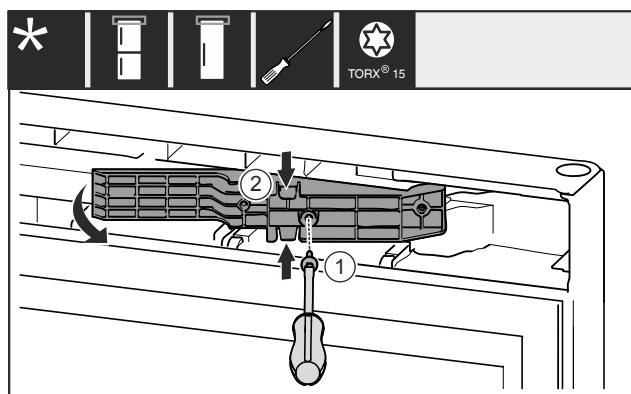

Fig. 14 *
- ▶ 移除螺栓 Fig. 14 (1)。 *
- ▶ 将上方和下方适配件 Fig. 14 (2) 轻轻挤压在一起，然后向前拉出。 *